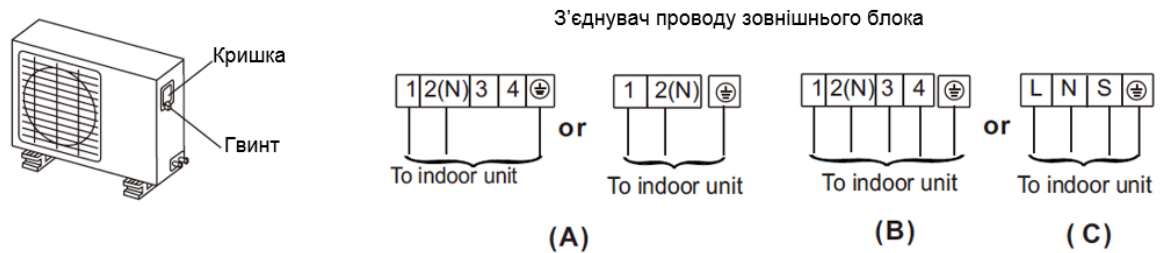

Рис. 21
1. Подбайте, щоб для кондиціонера була окрема електропроводка. Щодо способу проведення, керуйтеся електричною схемою на внутрішній стор. Рис. 21 1 панелі керування.